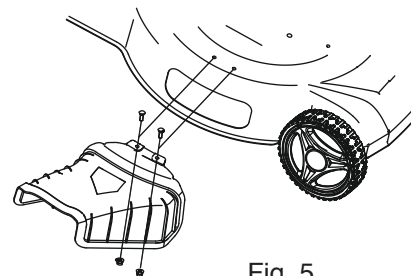

Fig. 5
1. Inserte los pernos en la plataforma y el orificio de descarga lateral con 2 pernos de brida M6 x 20 y fíjelos con 2 tuercas de brida de tornillo M6. Fig. 5